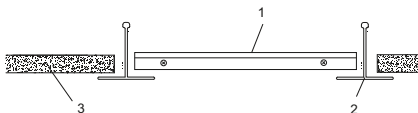

Рисунок 2
2.3 Встраиваемый монтаж производить в подвесные потолки типа «Armstrong» (см. рисунок 2). Светильник (1) установить на место потолочной плиты 600х600 мм (3) в межпотолочное пространство между направляющими (2) потолка «Armstrong», как показано на рисунке 2.